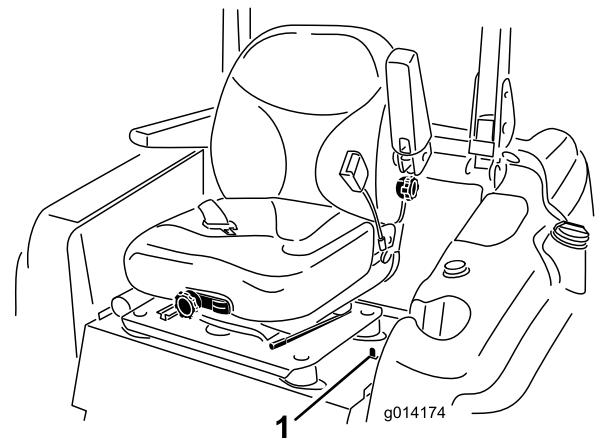

Figure 18
- Déplacez le verrou du siège, situé sur le côté gauche du siège, vers l'arrière pour déverrouiller le siège et tirez le haut du siège en avant (Figure 18).